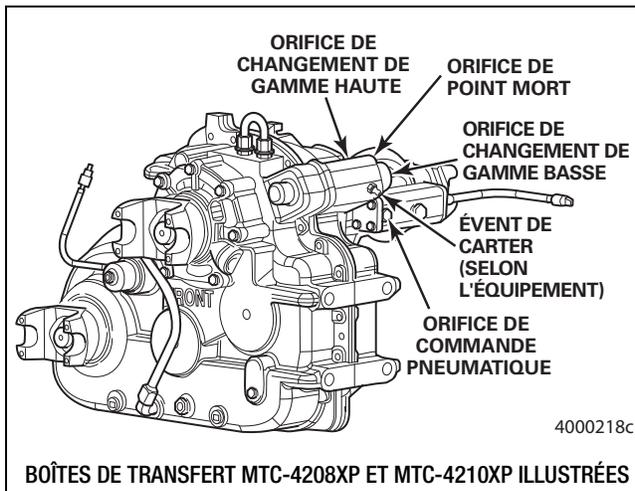

Figure 6.47
4. Appliquer une pression d'air d'au moins 60 lb/po² (4 bar) au niveau de l'orifice de changement de gamme haute. Figure 6.47.
7. Appliquer une pression d'air d'au moins 60 lb/po² (4 bar) au niveau de l'orifice de changement de gamme basse. Figure 6.47.
10. Si la boîte de transfert est équipée d'une prise de force, appliquer une pression d'air d'au moins 60 lb/po² (4 bar) au niveau de l'orifice de point mort. Figure 6.47.